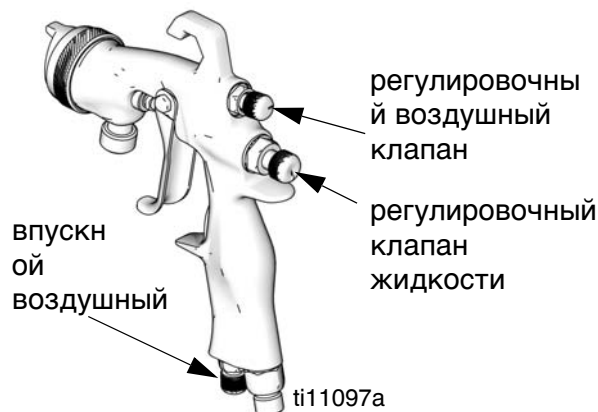

Рис. 3
2. Для получения формы полного распыления откройте регулировочный воздушный клапан, повернув рукоятку до против часовой стрелки до упора. См. Рис. 3.
3. Для получения круглой формы распыла, отключите приточную струю воздуха, повернув регулировочный воздушный клапан до конца по часовой стрелке. См. Рис. 3.